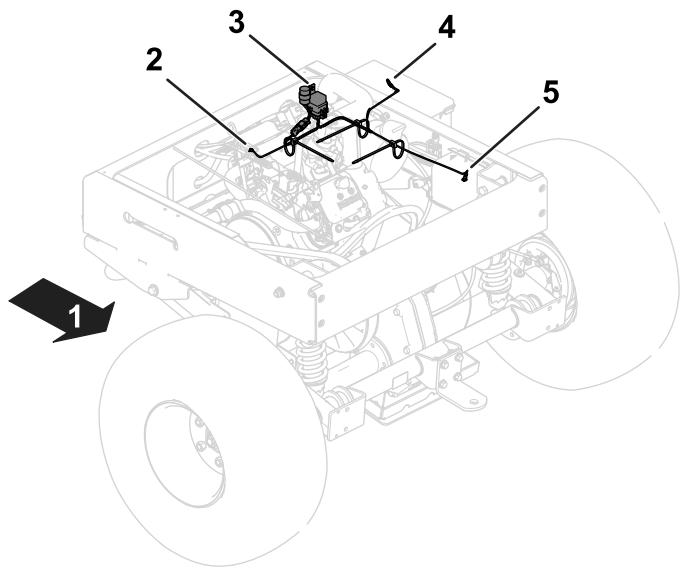

Рисунок 1
Используйте следующие инструкции и рисунки для прокладки и подсоединения жгута проводов. См. общее расположение жгута проводов на Рисунок 1.
5. Подсоедините круглую клемму к магнето двигателя; см. расположение жгута проводов на Рисунок 1.
2. Подсоедините круглую клемму жгута проводов к отрицательной клемме аккумулятора; см. расположение жгута проводов на Рисунок 1.